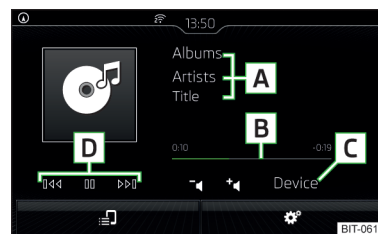
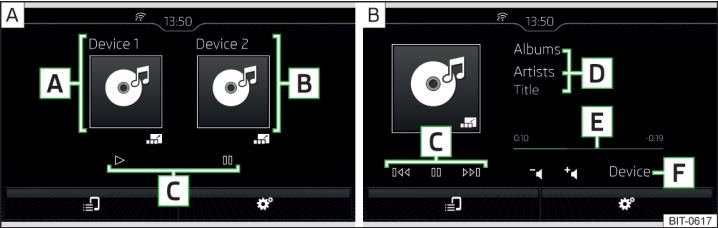

Fig. 172
Fig. 173 Menú principal: dos tabletas conectadas / Manejar una de las dos tabletas conectadas
Menú princ. » fig. 172
- Para iniciar el manejo de la tableta pulsar la superficie funcional [F] en la tableta correspondiente » fig. 173 - A.
- Para regresar al menú principal, pulsar la superficie funcional [F] » fig. 173 - B.
Menú princ. » fig. 173
El movimiento dentro del título es posible tocando el dedo del eje del tiempo **B** » fig. 172 de la pág. 151 o **E** » fig. 173 de la pág. 152.